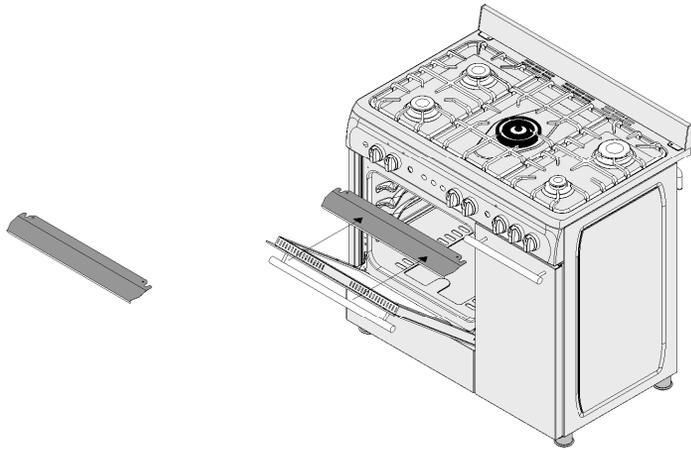

Figura 1
1. O painel de Segurança foi desenhado para proteger o painel de controlo e os botões quando o forno está no modo de Grelhador (Figura 1).